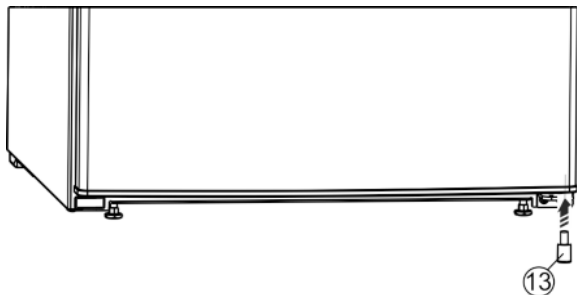

Fig. 7
- ▶ Знову вставте розпірку Fig. 7 (13) у дверцята внизу справа, оскільки вона потрібна для забезпечення стійкості пристрою.